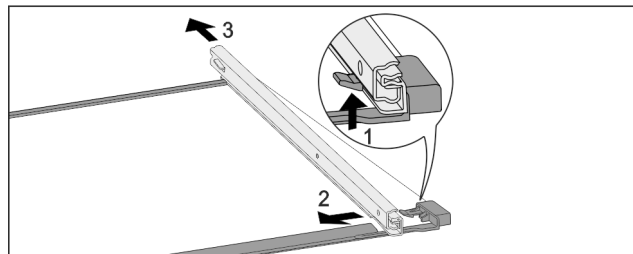

Fig. 246 Placa de sticlă cu șine
- Apăsăți în sus cârligul de blocare frontal. Fig. 246 (1)
- Îndepărtați șinele de extragere prin împingere în lateral Fig. 246 (2) și spre spate Fig. 246 (3).